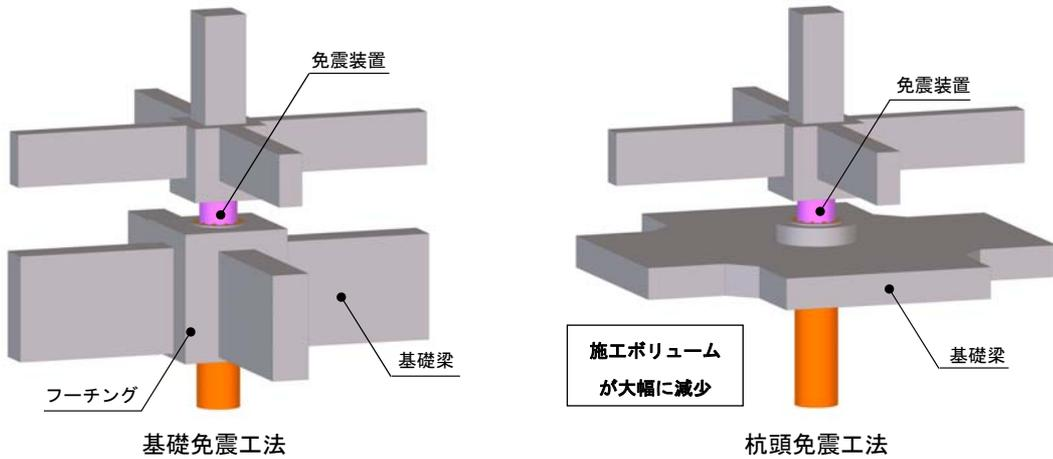

図3 基礎免震工法（従来の告示免震の場合）と杭頭免震工法（本指針を用いた場合）の比較
- (1) 基礎免震構造と同等の免震効果＋建設コストの削減・工期短縮（図3）
- (2) 告示による計算ルート（一般確認ルート）で設計が可能